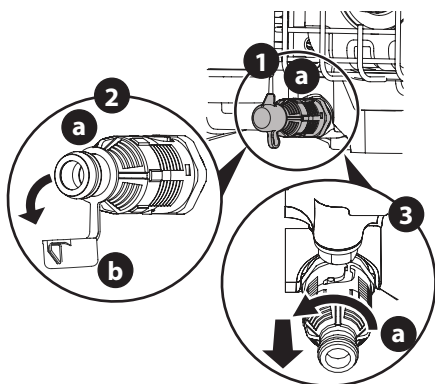

Figure 5
1. Localisez la soupape de vidange de l'huile (a) et placez un récipient approprié pour la collecte d'huile sous la bouchon d'huile (Figure 5).